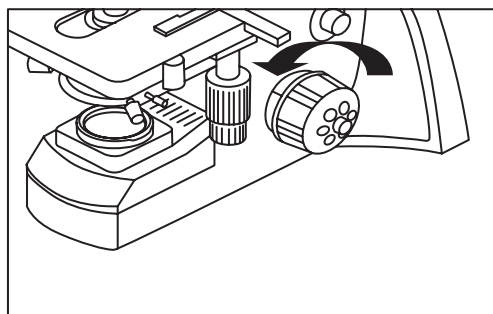

Figura 7.
- Ajuste la perilla de enfoque grueso hasta que el soporte de la platina mecánica alcance su posición límite inferior (Figura 7).